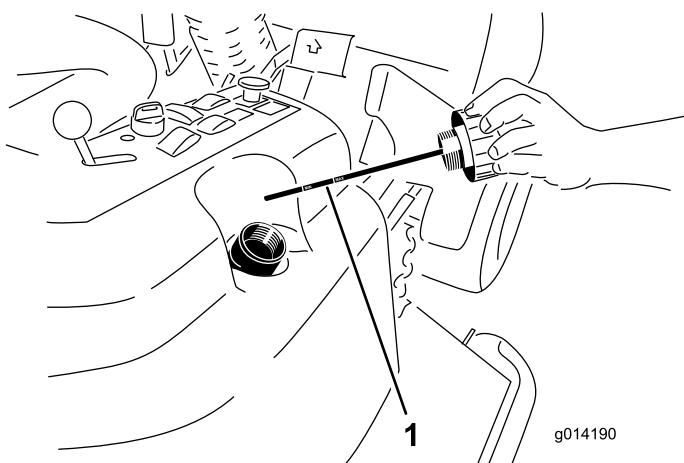

Figure 46
- Enlevez le bouchon (Figure 46) du goulot de remplissage du réservoir hydraulique.
- Retirez la jauge et essuyez-la sur un chiffon propre (Figure 46).
- Vissez la jauge dans le goulot de remplissage, ressortez-la et vérifiez le niveau de liquide (Figure 46).